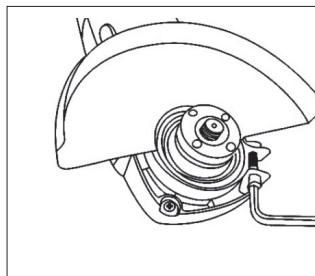
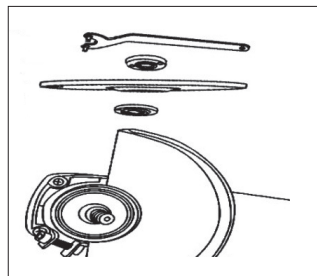

Рис. 1
Рис. 2
Установите кожух диска, выровняв выступ на полоске кожуха диска с выемкой в редукторе. После этого поверните кожух примерно на 180°. Обязательно крепко затяните фиксирующий винт (Рис. 1 и Рис. 2). Для снятия кожуха выполните операции в обратном порядке.
**1)** Установите внутренний фланец на шпindel. Наденьте круг на фланец и накрутите стопорную гайку на шпindel. (Рис. 2).